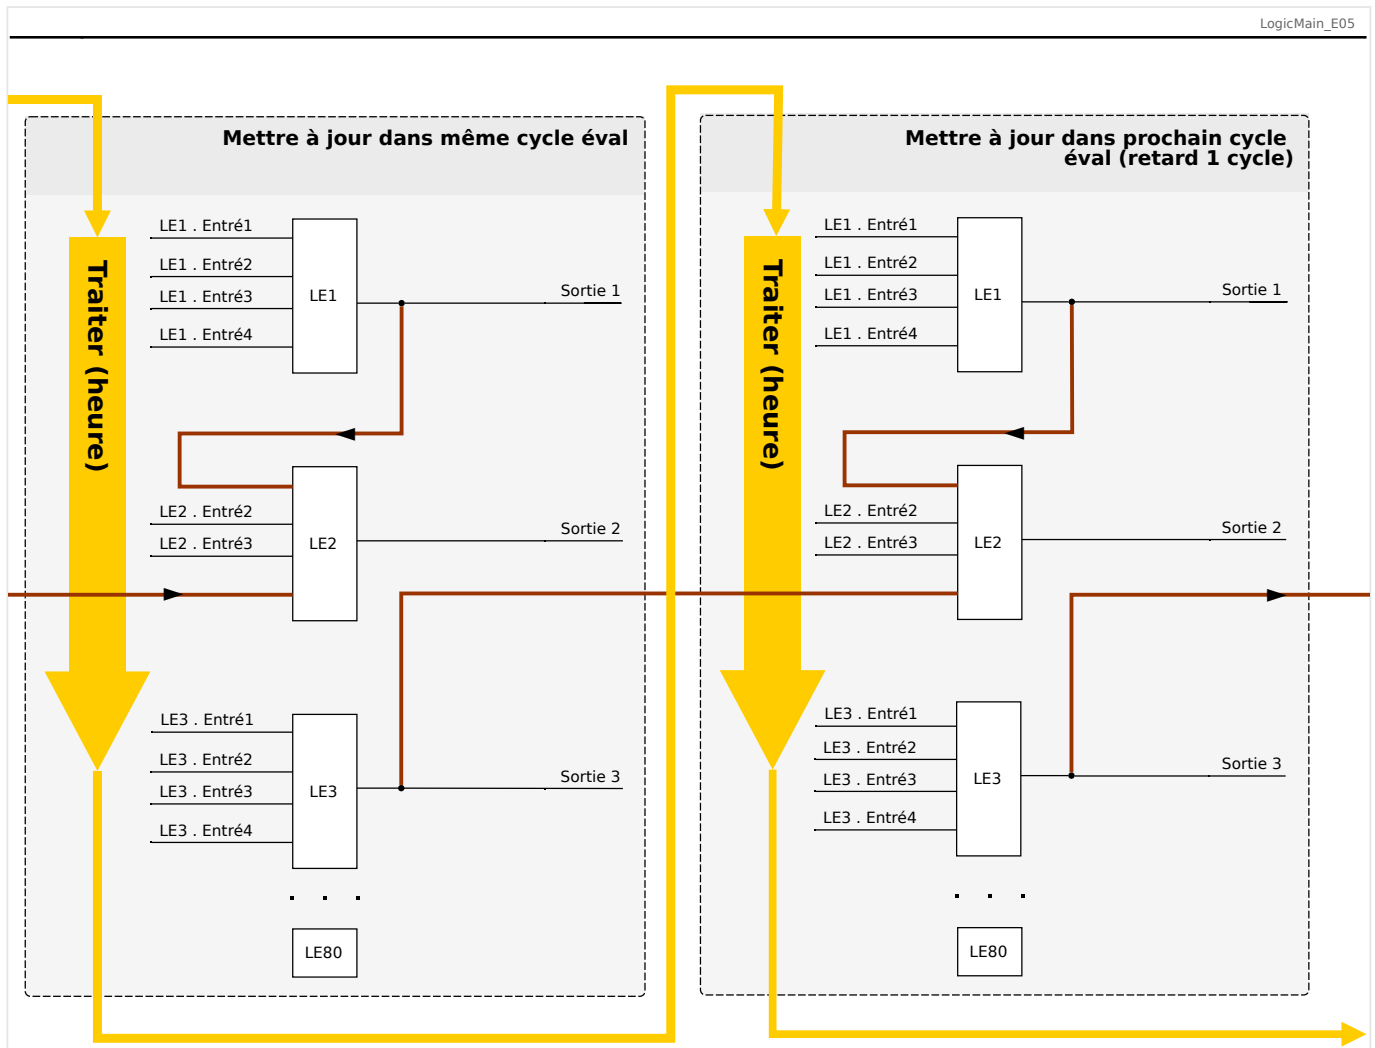

Fig. 78: En cascade ordre décroissant.
- Dans une séquence **descendante**, certaines sorties sont injectées en entrée dans une équation logique portant un numéro **plus bas**. Par exemple, le schéma  Fig. 78 indique que le résultat de l'équation logique LE3 est utilisé en tant qu'entrée de l'équation logique LE2.
Les séquences ascendantes et descendantes peuvent être utilisées et combinées les unes avec les autres, sans différence immédiate. Toutefois, en raison de l'évaluation de toutes les équations par ordre ascendant, les valeurs de temps de fonctionnement réelles qui sont injectées en entrée d'une équation auront un « âge » différent, comme on peut le voir dans  Fig. 77 et  Fig. 78 ci-dessous.
Dans l'exemple présenté dans  Fig. 78 ci-dessus, l'équation logique « 2 » utilise les états de sortie de deux autres équations, les équations logiques « 1 » et « 3 ». Le résultat de l'équation logique « 1 » est utilisé dans l'ordre ascendant. Il a par conséquent été évalué au cours du même cycle de traitement. Le résultat de l'équation logique « 3 » est utilisé dans l'ordre descendant. Il a par conséquent été évalué au cours du cycle de traitement précédent.